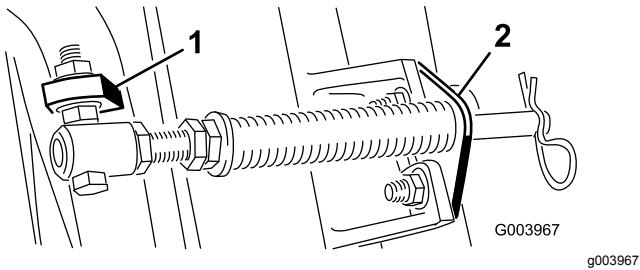

Figure 6
- C. Montez le boulon du tube de ressort sur la patte opposée du bâti porteur et fixez-le en position avec l'écrou à embase. La tête du boulon doit être à l'extérieur de la patte, comme montré à la Figure 6.
- D. Montez le support de tige sur les pattes du tablier de coupe à l'aide des boulons de carrosserie et des écrous (Figure 6).